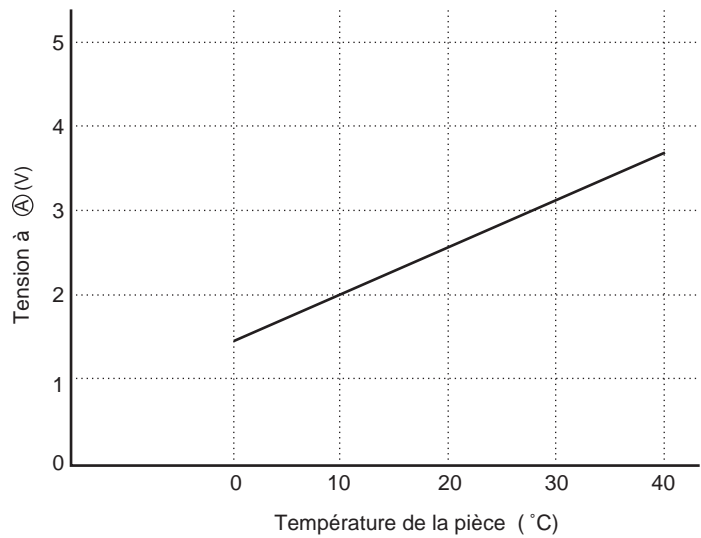

Fig. 5-2
- La tension à ① dépend de la température de la pièce comme représenté sur la Fig. 5-2.